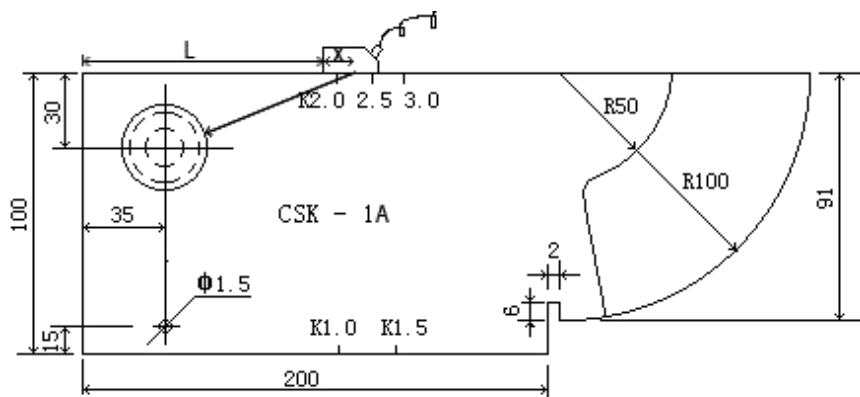
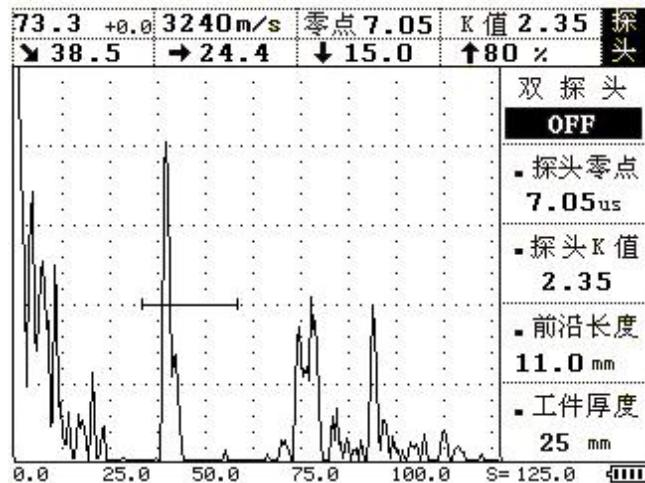

图 4-7
图 4-9
5、校准探头 K 值（角度）：将探头耦合到 CSK- I A 试块上前后移动，如图 4-7，使得 $\phi 50\text{mm}$ 的圆的反射回波达到最高，用钢板尺量出 L，根据 $k=(L+X-35)/30$ 算出 K 值。如图 4-9，按 **探头** 键进入探头菜单，按 **▲** (上) 或 **▼** (下) 键调整到探头 K 值子菜单，再用 **◀** (左) 或 **▶** (右) 键调整，使数值等于计算出的 K 值。如图 4-9 所示此时探头 K 值校准完毕。